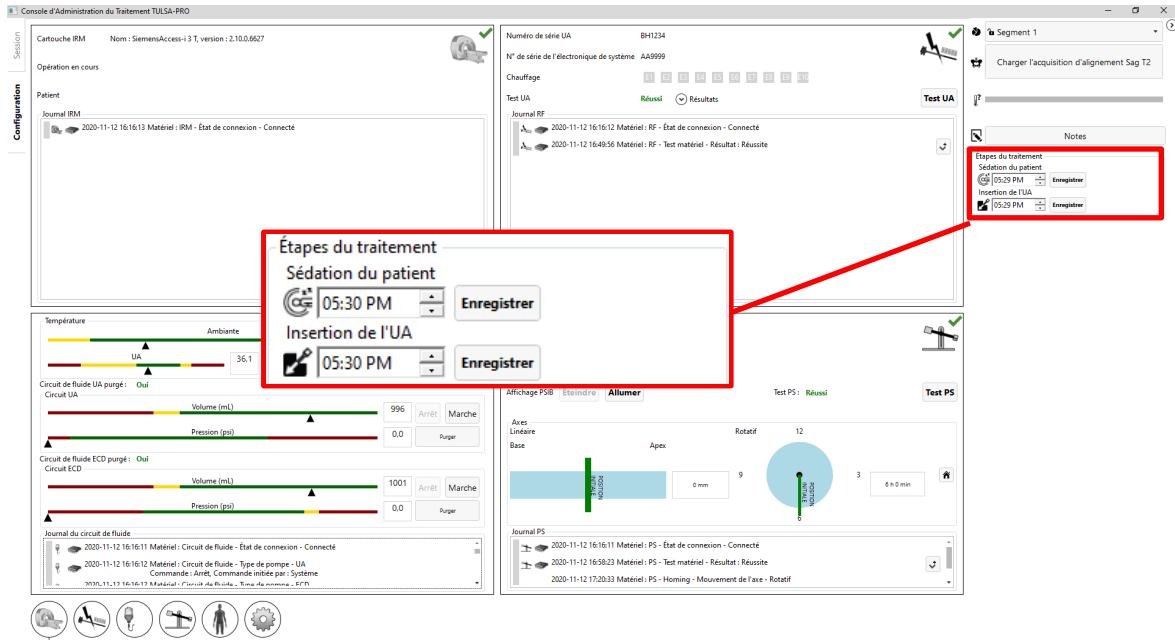

Figure 40 : Saisie des étapes du traitement dans l'espace de travail Configuration de la TDC
1. Dans l'espace de travail *Configuration* de la TDC, saisir les heures de sédation et d'insertion de l'UA sous **Étapes du traitement** (*Figure 40*).